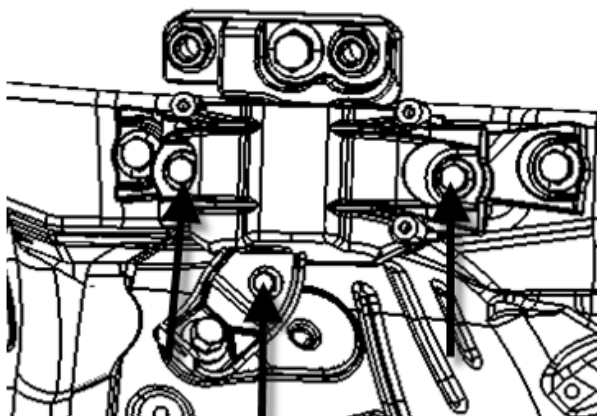

图 5
2.4.2 拆下动力总成右悬置支座与动力总成右悬置支座安装底座连接的2个螺栓。拆下动力总成右悬置支座与动力总成右悬置支架连接的一个螺栓（如下图5所示）。即可取下动力总成右悬置支座。
2.5.2 把动力总成右悬置支座通过两个螺栓安装到动力总成右悬置支座安装底座上（如下图5所示）。
2.5.4 把动力总成右悬置支座与动力总成右悬置支架通过一个螺栓连接到一起（如下图5所示）。
2.6.2 将动力总成右悬置支座与动力总成右悬置支座安装底座的一个连接螺栓打紧力矩为 55N.m（如下图 5 所示）。
2.6.4 将动力总成右悬置支座与动力总成右悬置支架连接的一个螺栓打紧力矩为 24 N.m（如下图 5 所示）。